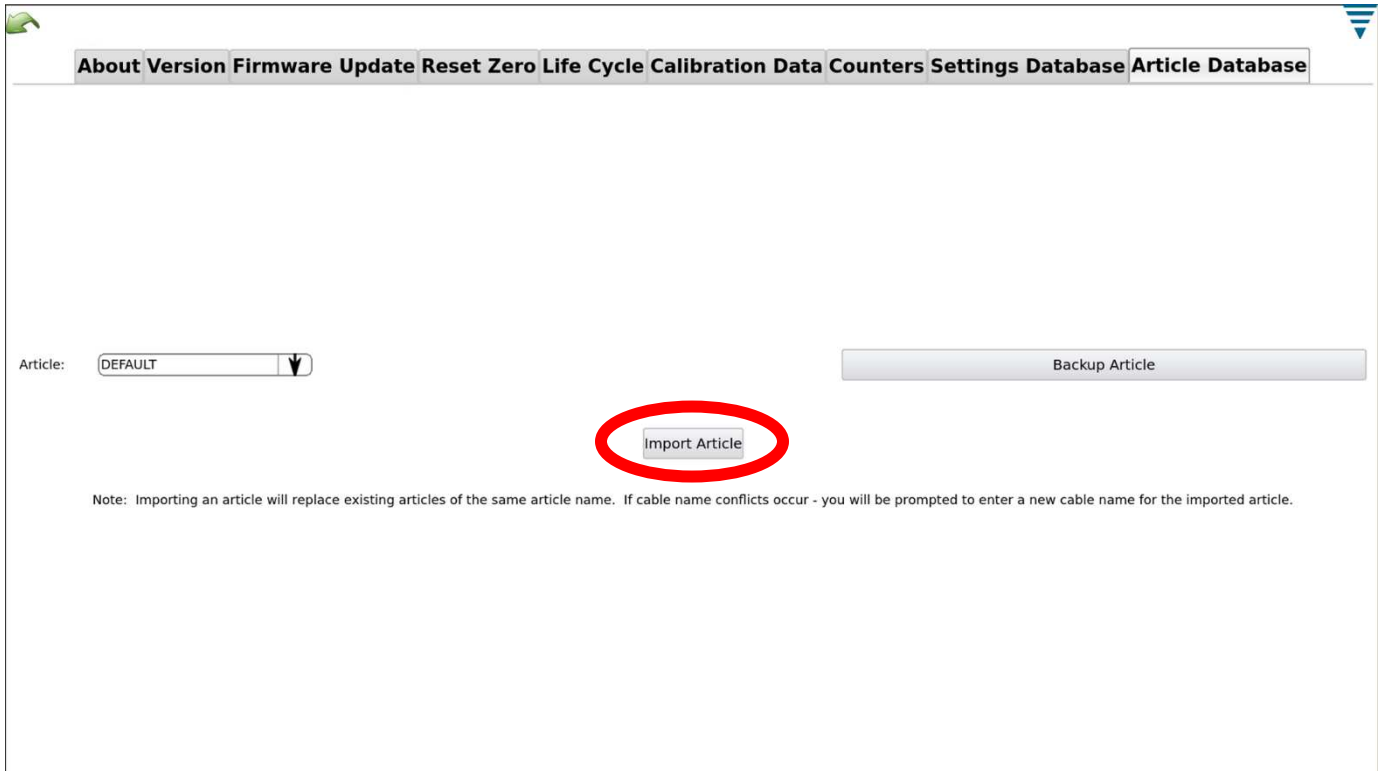

Abbildung 33
- Zum Importieren eines Artikels von einem USB-Flash-Speicher wählen Sie auf der Registerkarte „Article Database“ (Artikel-Datenbank) unter „Maintenance“ (Pflege) „Import Article“ (Artikel importieren) aus (siehe Abbildung 33).